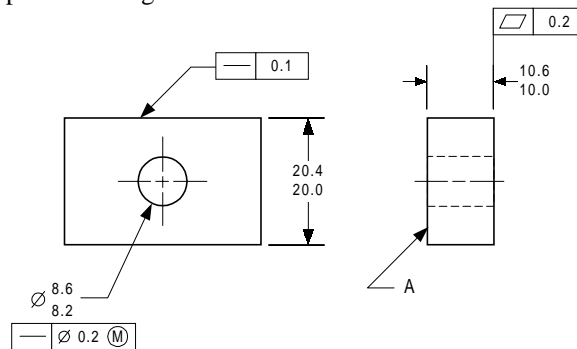

Figura 1
20. En la Figura 1, el error máximo de planicidad permisible de la superficie A es . . .
21. En la Figura 1, la cantidad de tolerancia extra permisible para el control de linealidad es . . .